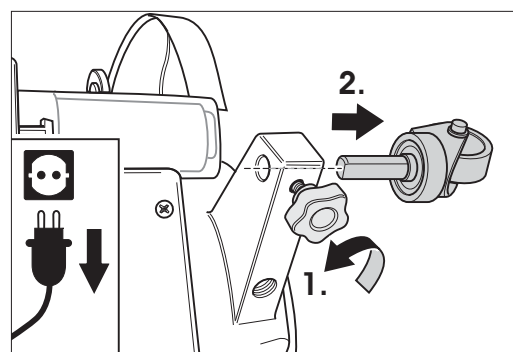

Abb. 78: Lösen der Sterngriffschrauben und herausnehmen der Lenkrollen aus dem Ventilatorgehäuse.
- 4 Lösen Sie die Sterngriffschrauben an den Lenkrollenarmen des Ventilatorgehäuses und ziehen Sie die Lenkrollen aus dem Ventilatorgehäuse heraus (Abb. 78).